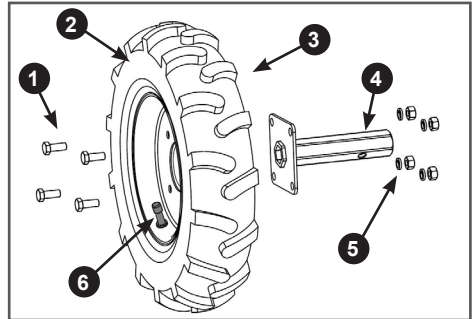

Рис. 5. Сборка колес и осей
покрышки. После сборки колёс с осями вентиля камер должны быть расположены на противоположных от осей сторонах колёс (Рис. 5).
3. Соедините колёса и оси. Совместите отверстия в диске колеса 3 и фланце оси 4, вставьте в отверстия болты 1, установите пружинные шайбы и закрутите гайки 5 до упора (Рис. 5).